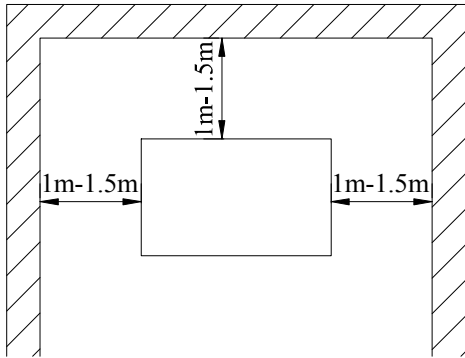

图 4 水冷式安装位置
- 6) 水冷式 RSC 型组合式干燥机四周的检修空间需要 1m~1.5m(见图 4)。